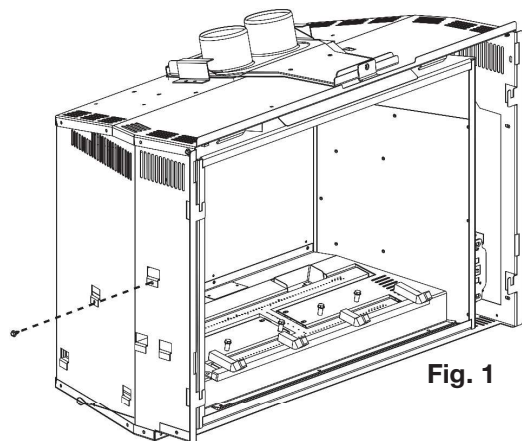

Fig. 1
2. Retirez la 1 vis servant à fixer le support en place (**Fig. 1**). Soulevez le support et sortez-le des fentes, en le soulevant à travers l'ouverture entre le chambre de combustion et l'enveloppe extérieure de l'appareil (**Fig. 2**).
5. Sécurisez la 1 vis pour fixer le support et le récepteur en place (**Fig. 1**).